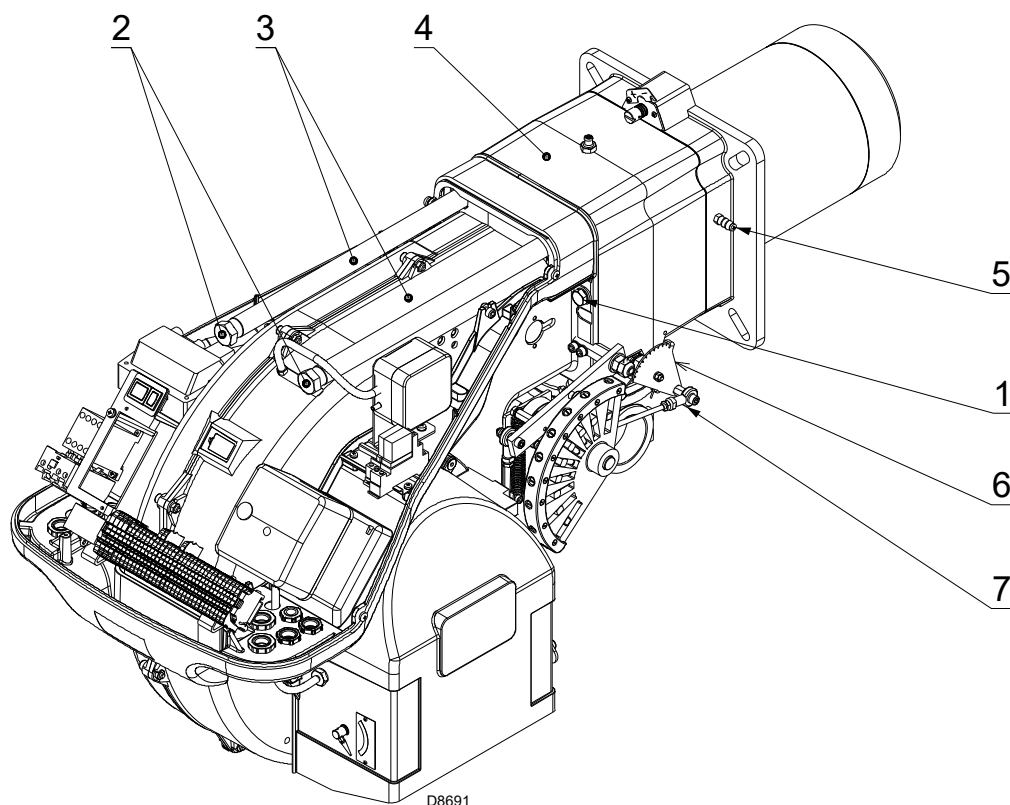

Fig. 15
- montar novamente o queimador nas guias 3) a cerca 100 mm da mangueira 4) - queimador na posição ilustrada na Fig. 15;
- inserir o cabo da sonda e o cabo do elétrodo, então fazer deslizar o queimador até a mangueira, queimador na posição ilustrada na Fig. 15;